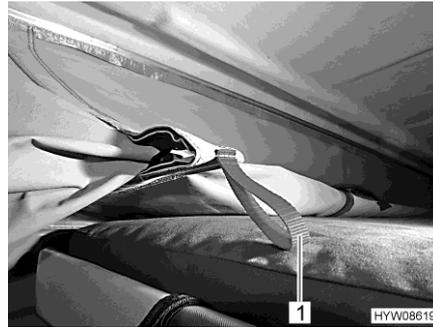

Fig. 35 Dispositivo de recogida
- Tirar de la lona hacia dentro con las tiras rojas (Fig. 35,1) del dispositivo de recogida.